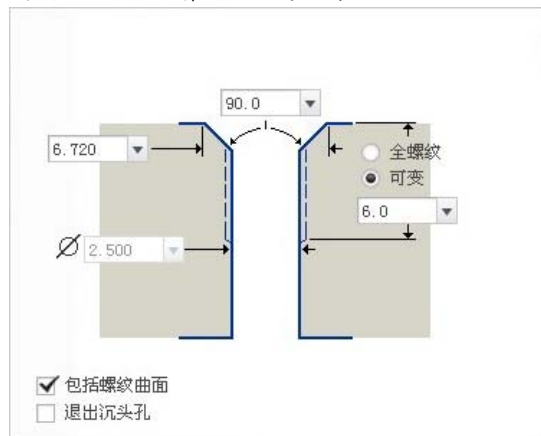
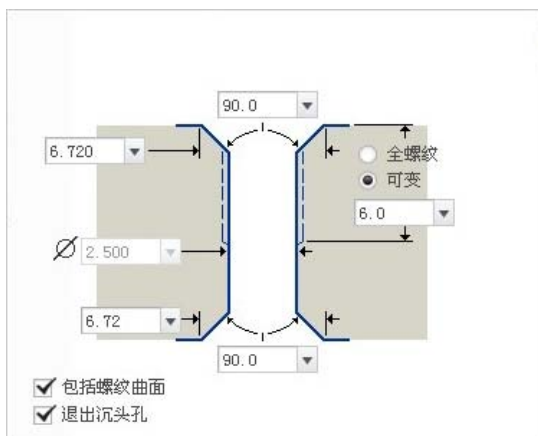

图 5.14.14 埋头螺钉螺孔 1
图 5.14.15 埋头螺钉螺孔 2
(2) 埋头螺钉螺孔形式。在操控板中单击 和 ，再单击 **形状**，系统弹出图 5.14.14 所示的界面，如果选中 ☒ 退出沉头孔 复选框（此处软件显示有误，实为“退出埋头孔”），则螺孔形式如图 5.14.15 所示。注意：如果不选中 ☒ 包括螺纹曲面 复选框，则在将来生成工程图时，就不会有螺纹细实线。